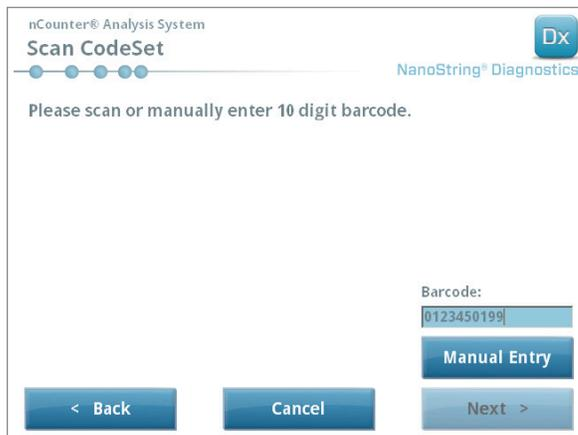

FIGURA 5.6: Ecrã "Scan CodeSet" (Ler CodeSet)
6. O código de barras do CodeSet deve ser lido antes de prosseguir. Posicione o código de barras do CodeSet à frente do leitor de códigos de barras. Surgirá um feixe vermelho. Mova o código de barras à frente do feixe vermelho até ser lido. Após o registo correto do código de barras, surgirá o respetivo número na caixa (FIGURA 5.6).